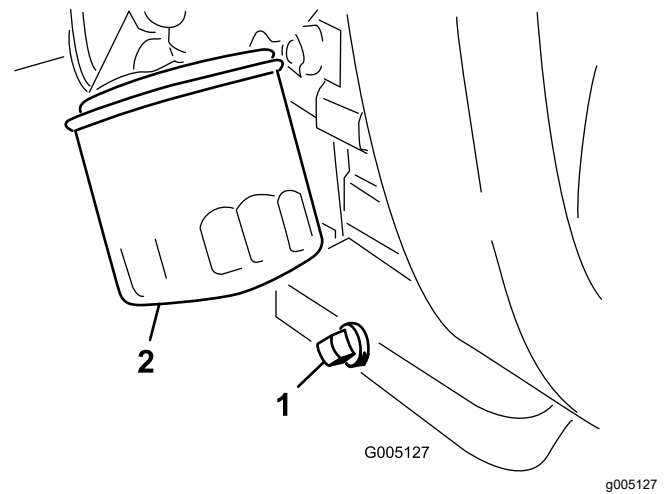

Figure 28
- Retirez le bouchon de vidange (Figure 28) et laissez couler l'huile dans un bac de vidange.
- Nettoyez le filetage du bouchon de vidange, enduisez-le de produit d'étanchéité au PTFE et remettez le bouchon en place (Figure 28).
- Déposez le filtre à huile (Figure 28).